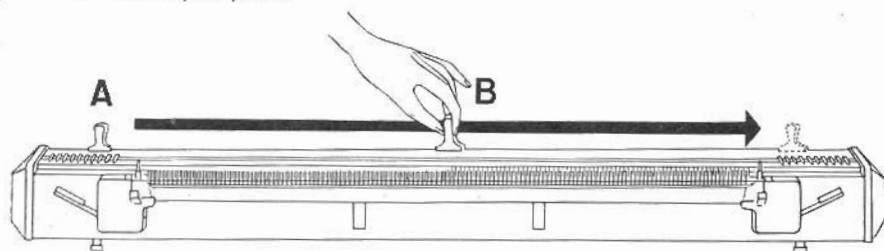

Fig. 4
**Tension du fil à droite:** L'échelle de réglage (chiffres 6—1) n'est visible que si la poignée B se trouve à l'extrême droite. Pour régler la tension du fil à droite, il convient donc de déplacer préalablement la poignée B de gauche à droite (fig. 4), de façon que les «dents de tirage» s'écartent de l'appareil et forment avec le peigne le «canal des dents».